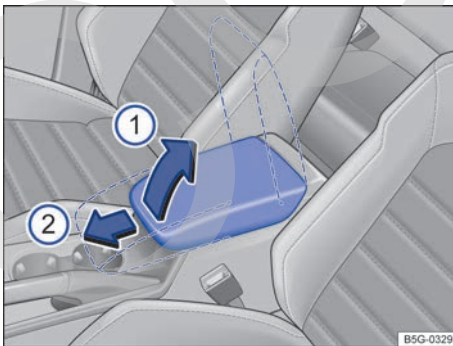

Fig. 87 Reposabrazos central delantero.
Para *levantar* el reposabrazos, pulse el botón de desbloqueo y tire del reposabrazos hacia arriba en el sentido de la flecha → fig. 87 ① encastre por encastre.